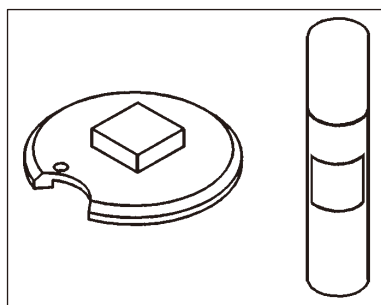

图 19
- 用腈基丙烯酸酯粘合剂 (→ 图 19) 将样品固定到样品托上。